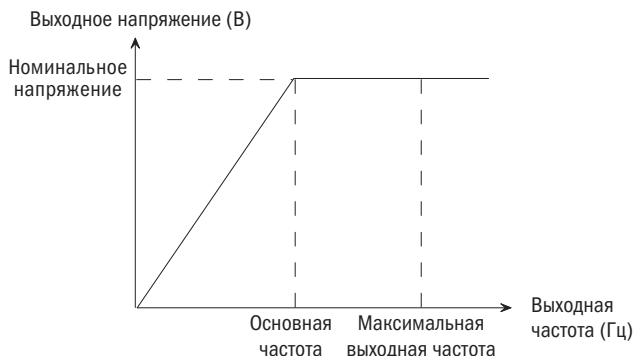

Рисунок 5.1 – Соотношение между выходной частотой и выходным напряжением
- Основная частота F_{BASE} представляет собой минимальную выходную частоту, когда выходное напряжение преобразователя частоты равно номинальному напряжению U_n . Используется в качестве ориентира при управлении частотой. Как правило, номинальная частота двигателя используется в качестве значения параметра основной частоты. В общем случае величина F_{BASE} выбирается в соответствии с номинальной частотой двигателя. В особых случаях она может быть установлена в соответствии с эксплуатационными требованиями, но при этом следует соблюдать соответствие V/F-характеристике нагрузки двигателя и заводским параметрам на выходе двигателя, как показано на рис. 5.1.
- Изначальное торможение (возбуждение) с последующим пуском с частоты пуска: преобразователь использует силу торможения постоянным током, чтобы сначала создать нагрузку, а потом произвести пуск, согласно рис. 5.1.